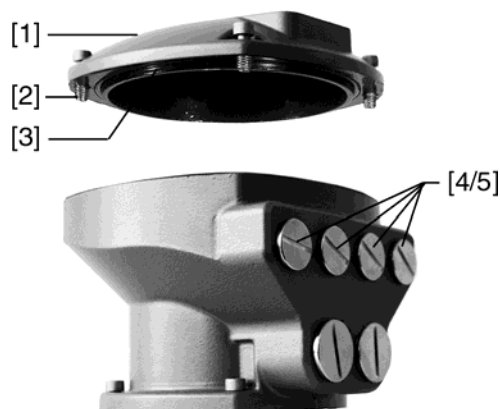

Abb. 1: LWL-Rundstecker
Der LWL-Anschluss befindet sich im LWL-Rundstecker. Die Anschluss-Platine ist nach Abnehmen des Deckels (Abb. 1, [1]) gut zugänglich:
- RX optischer Eingang (IN)
6. Dichtflächen an Deckel (Abb. 1, [1]) und Gehäuse säubern.
7. Prüfen, ob O-Ring (Abb. 1, [3]) in Ordnung ist, O-Ring richtig einlegen.
8. Deckel (Abb. 1, [1]) aufsetzen und Schrauben (Abb. 1, [2]) gleichmäßig über Kreuz anziehen.
9. Kabelverschraubungen (Abb. 1, [4]) festziehen.